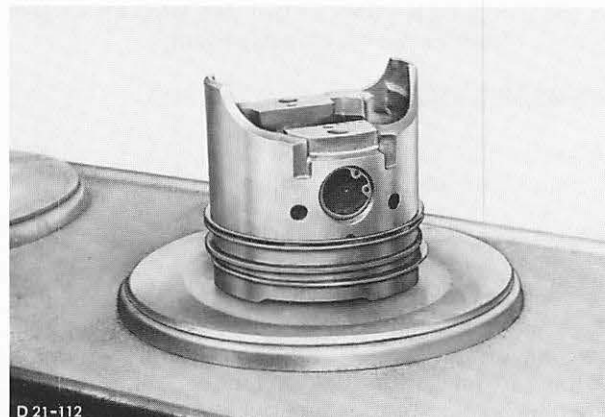

Abb. 305 Kolben erwärmen
4. Kolben auf einer Heizplatte erwärmen, Abb. 305.